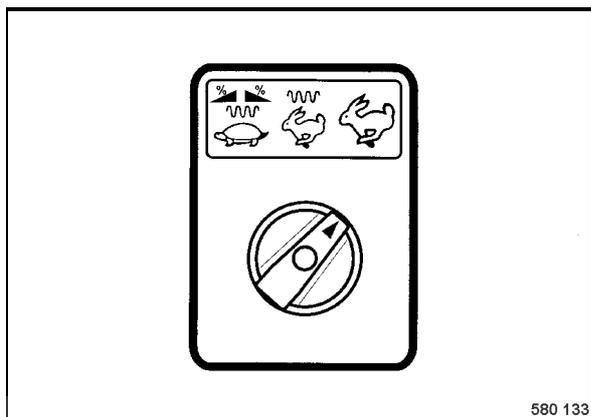

fig. 53
- Sélectionner la plage de vitesse (fig. 53) (machines DH et PDH avec dispositif antipatinage ASC).